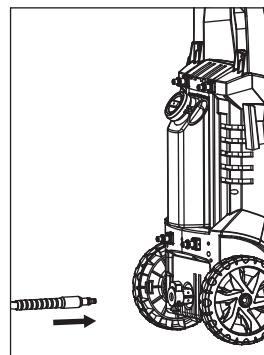

Figure 9 - Fixer le tuyau à haute pression à la sortie de haute pression
- Fixer le tuyau à haute pression à la sortie de haute pression (voir la figure 9).